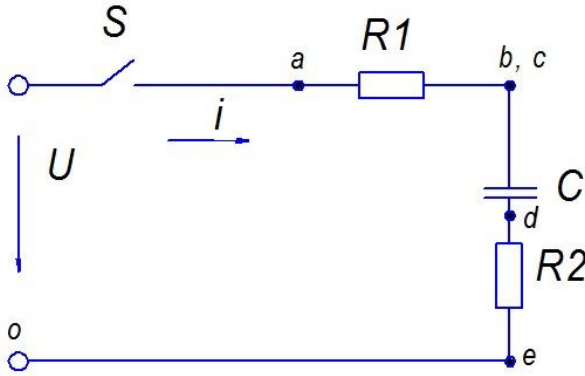

Рисунок 5.2 - Схема для розрахунків за приладом
5.2.1.1 В схемі по рис. 5.2 вмикання вимикача S відбувається, коли значення напруги постійного джерела дорівнює E .
5.2.2.1 В схемі по рис. 5.2 вмикання вимикача S відбувається, коли миттєве значення напруги джерела синусоїдальної е.р.с. дорівнює U_0 .